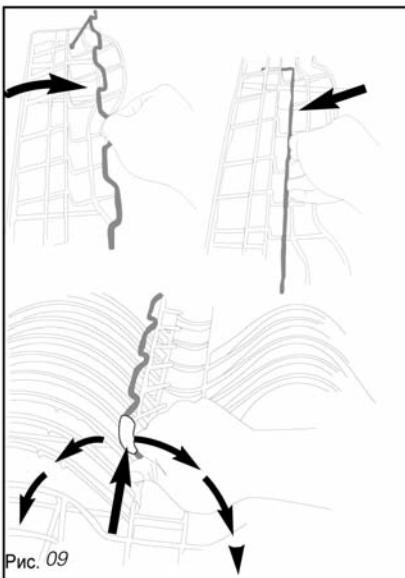

Рис. 09
- Вы также можете расположить чашки, половники и т.п., на откидных опорах: Для Вашего удобства короба снабжены 2 подвижными заграждениями, которые могут устанавливаться в разное положение (Рис. 09) и опускаемыми решетками (Рис. 10).